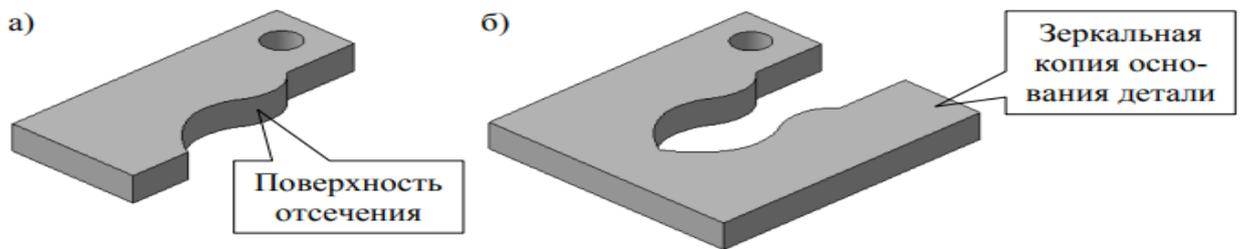

Рис. 12
9. Каким образом в системе КОМПАС-3D должна быть построена поверхность отсечения трехмерной модели детали (см. рис. 12, а), чтобы, в результате использования операции Зеркальный массив, стало возможным создание копии основания этой детали относительно плоской грани поверхности отсечения (см. рис. 12, б)?